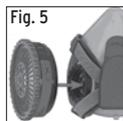

Fig. 5
1. Alinear la apertura del cartucho con la pieza de fijación del cartucho en la pieza facial. (Fig. 5)